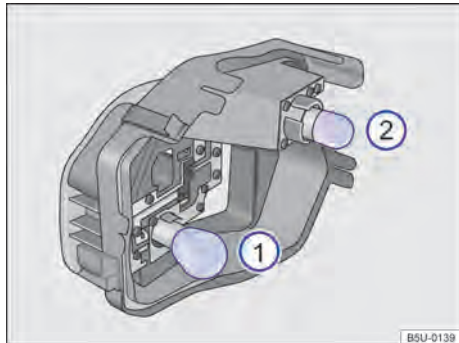

Fig. 114 No suporte das lâmpadas: localização das lâmpadas.
10. Para remover as lâmpadas incandescentes queimadas → Fig. 114  e , pressionar a lâmpada contra o suporte e girar, ao mesmo tempo, no sentido anti-horário.
12. Para inserir as lâmpadas novas ① e ② no suporte, pressionar a lâmpada e girar, ao mesmo tempo, no sentido horário, até o batente.
A localização e a identificação das lâmpadas incandescentes → Fig. 114 estão relacionadas a seguir: